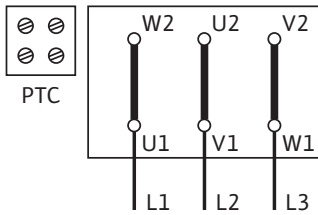

Fig. 35: Y-Δ-start (standard)
- Anslutningsschemat för elanslutningen finns på insidan av kopplingsboxen (se även fig. 35/36).
Y-Δ-start (standard)	Ta bort byglingar (fig. 35)